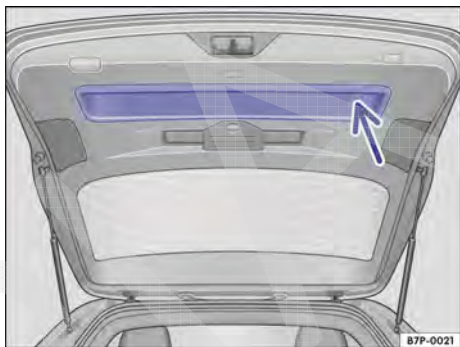

Fig. 87 Tampa do compartimento de bagagem aberta: rebaixas para puxar.
- Segurar no rebaixo do revestimento interno da tampa do compartimento de bagagem → Fig. 87 (seta).